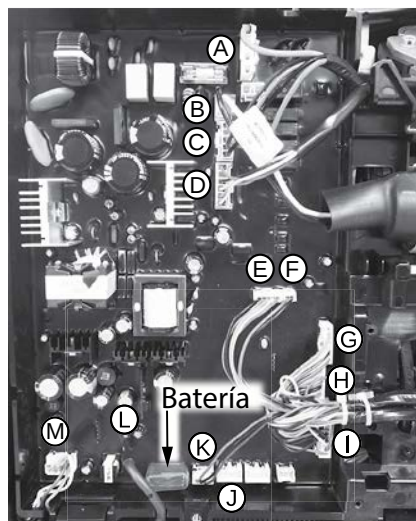

Figura 21 - Puntos de conexión del mazo de cables.
4 Ubique y desconecte el punto de conexión J del mazo de cables que se muestra en la Figura 21.
- 14** Con la Figura 21 como referencia, desconecte los mazos de cables A a M de la placa de control.
- 33** Vuelva a conectar los mazos de cables que se retiraron en el **Paso 14**. Consulte la Figura 21 para conocer la ubicación de cada mazo de cables.
- 34** Vuelva a conectar los “retenes” en los mazos de cables B e I que se retiraron en los **Pasos 17 y 18**. Consulte la Figura 21 para conocer la ubicación de cada mazo de cables.
- 35** Vuelva a conectar el mazo de cables del módulo de interfaz del usuario que se retiró en el **Paso 4**. Consulte la Figura 21 para conocer el punto de conexión M.
- 39** Si la nueva placa de control no tiene una batería instalada, retire la batería del control antiguo y colóquela en el nuevo. Consulte la Figura 21 para conocer la ubicación de la batería.